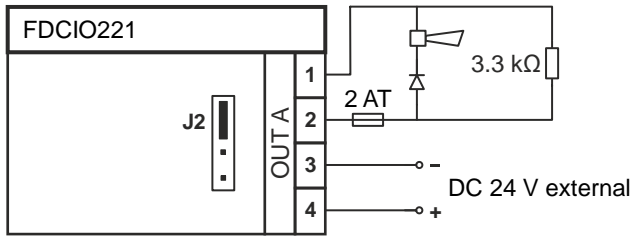
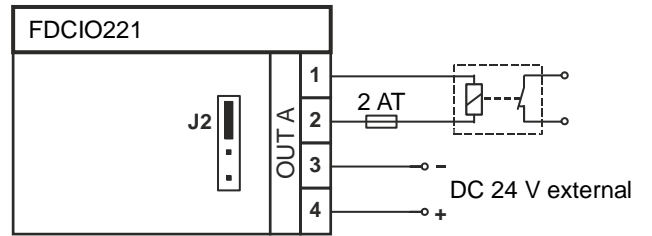
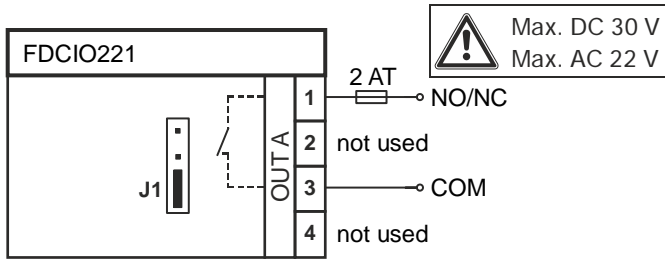

Fig. 9
Fig. 10
Fig. 11
- 'Normal operation' output: Fig. 9
- 'Inverted operation' output: Fig. 10
- Output not monitored: Fig. 11
- DC 24 V supply: Fig. 9/Fig. 10
4. Connect the jumper to J1/J2 depending on how the output is being used and connect the additional components as shown in Fig. 9, Fig. 10 or Fig. 11. Be sure to connect the resistor (Fig. 9) at the end of the line.
- Ausgang 'Normaler Betrieb': Fig. 9
- Ausgang 'Invertierter Betrieb': Fig. 10
- Ausgang nicht überwacht: Fig. 11
- DC 24 V-Speisung: Fig. 9/Fig. 10
- Stecken Sie den Jumper auf J1/J2 entsprechend der Einsatzart des Ausgangs und schließen Sie die zusätzlichen Komponenten gemäß Fig. 9, Fig. 10 oder Fig. 11 an. Achten Sie darauf, dass der Widerstand (Fig. 9) am Ende der Leitung angeschlossen wird.